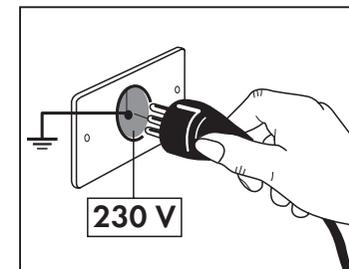

Fig. 1
- Assurez-vous que l'installation électrique du secteur (230 V 50 Hz) est dotée d'une mise à la terre et d'un disjoncteur thermique, conformément aux normes en vigueur sur cette matière (Fig. 1)